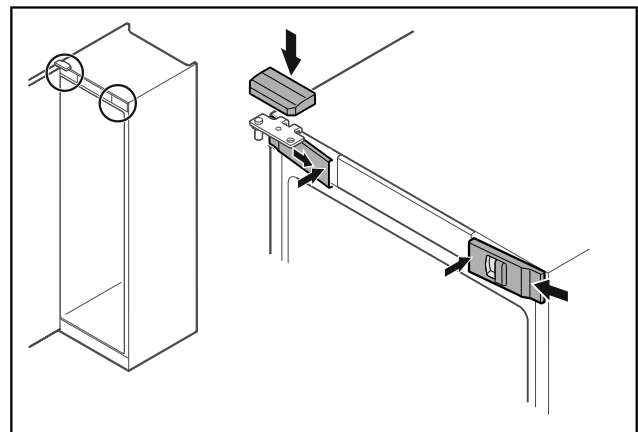

Fig. 35
- ▶ Закачете предните капаци Fig. 35 (1) отстрани и фиксирайте навътре.
- ▶ Фиксирайте горния капак Fig. 35 (2) отгоре.